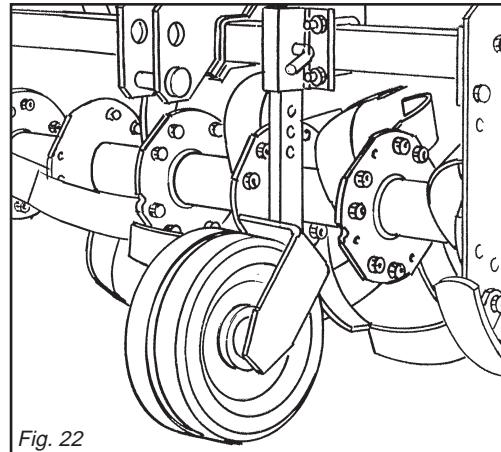

Fig. 22
**Macchine con ruote anteriori:** la regolazione si può effettuare anche con due ruote poste anteriormente alla macchina (Fig. 22). Queste vanno posizionate normalmente sulla stessa carreggiata delle ruote della trattice per evitare il solco. La regolazione si effettua attraverso una serie di fori presenti sulla parte mobile del montante verticale.
**Machine with front wheels:** depth regulations can also be done with the two front wheels (Fig. 22). Normally these wheels will be set at the same tracts as the tractor wheels to avoid the furrow. Depth adjustment is made with the series of holes on the moving part of the vertical strut.
**Maschine mit vorderen Laufrädern:** Die Einstellung kann auch mit zwei Rädern erhalten werden, die vor der Maschine angeordnet sind (Abb. 22). Diese Räder werden in der Regel auf der Spurweite der Schlepperräder angeordnet, damit sie keine eigene Furche entstehen lassen. Die Einstellung wird durch eine Reihe von Bohrungen möglich, die im beweglichen Teil des senkrechten Trägers vorhanden sind.
**Machines avec roues avant:** le réglage est aussi possible avec les deux roues placées à l'avant de la machine (Fig. 22). Elles doivent être placées sur la même voie que les roues du tracteur pour éviter le sillon.
**Máquinas con ruedas delanteras:** la regulación puede efectuarse también con dos ruedas situadas en la parte anterior de la máquina (Fig. 22).